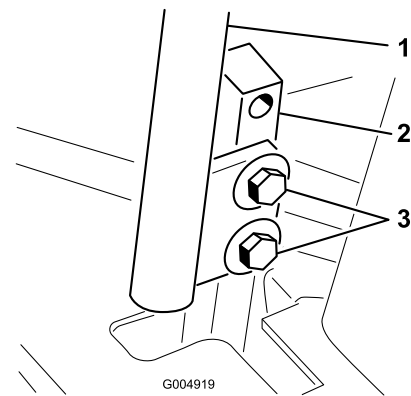

Figura 67
- Allentate i bulloni di fissaggio delle leve di controllo (Figura 67).